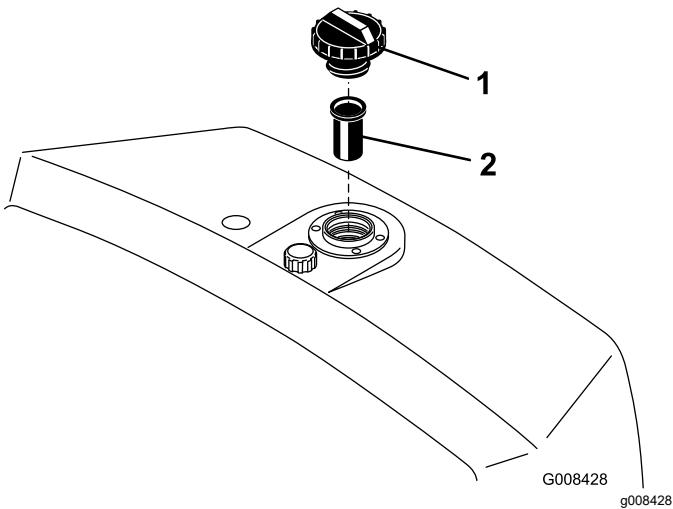

Figura 50
2. Retire el tapón del depósito y compruebe el nivel de fluido. El nivel de líquido debe llegar a la parte inferior del filtro de malla del cuello de llenado (Figura 50).